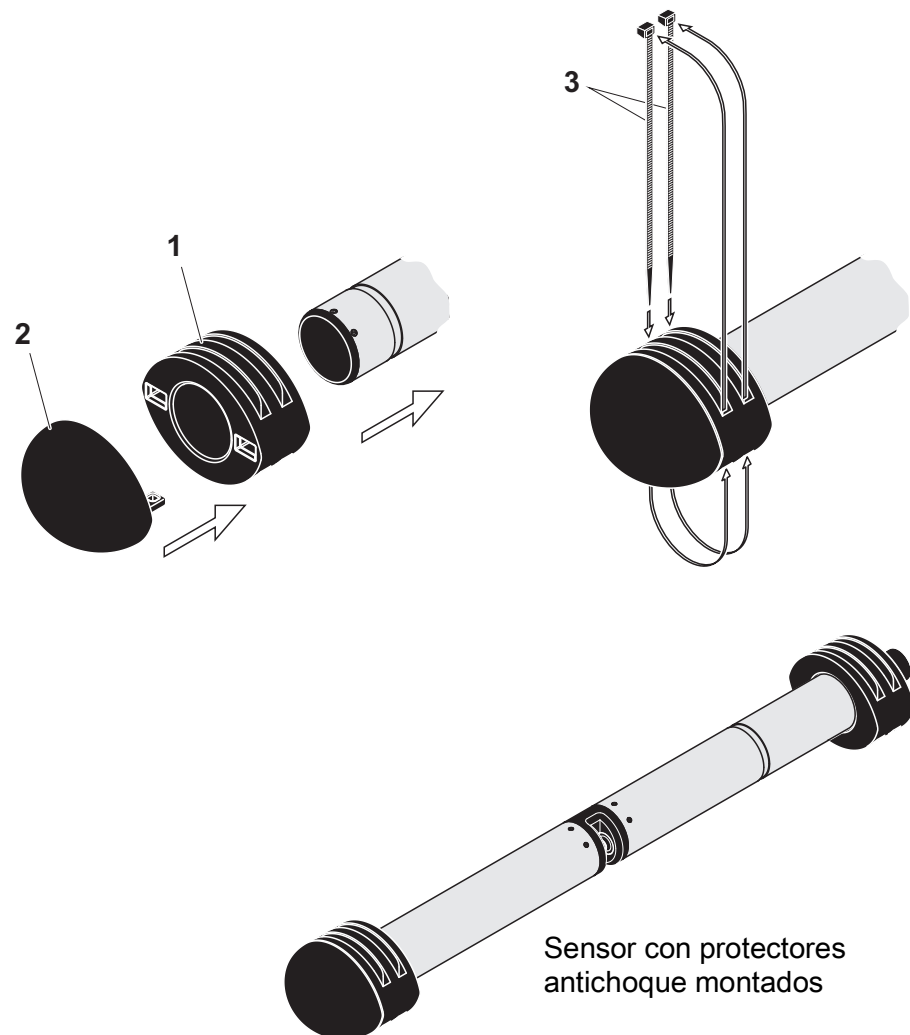

figura 3-4 Montaje de los protectores antichoque
1. Coloque el capuchón (pos. 2 en figura 3-4) en uno de los dos anillos (pos. 1).
2. Coloque la unidad montada en el extremo del sensor y fíjela con 2 bridas para cables (pos. 3) como se muestra en la figura 3-4.